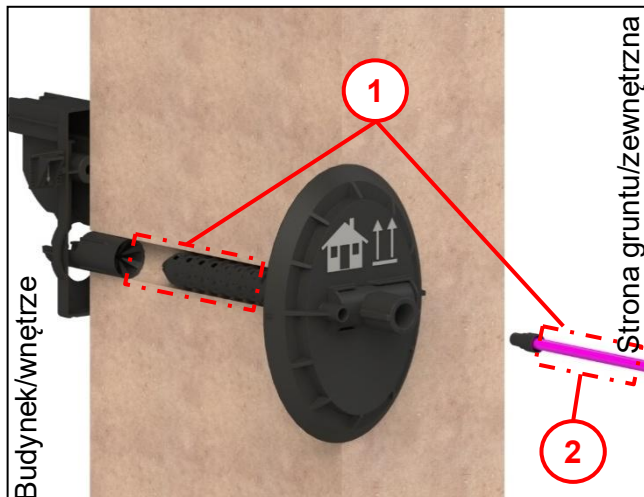

Rys. 20
- Przyłożyć kołnierz zewnętrzny (1) z rurą uszczelnianą pianką do otworu i wsunąć do miejsca, gdzie zaczynają się zaczepy (zwrócić uwagę na Rys. 20).
Dalej postępować od Rys. 20